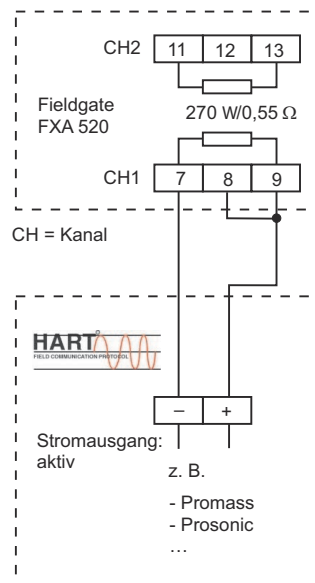

Abb. 4-8: Verdrahtung von 4-Leiter-HART-Geräten
- Für 4-Leiter-HART-Geräte siehe Abb. 4.8